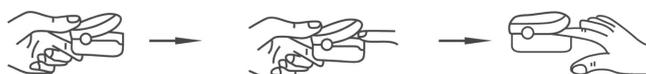

Figura 5 Posizionare il dito
- Il dito deve essere posizionato in modo appropriato (vedi illustrazione allegata del presente manuale d'uso, Figura 5), altrimenti ciò può provocare misure inaccurate.
- Aprire il sensore come mostrato in Figura 5.